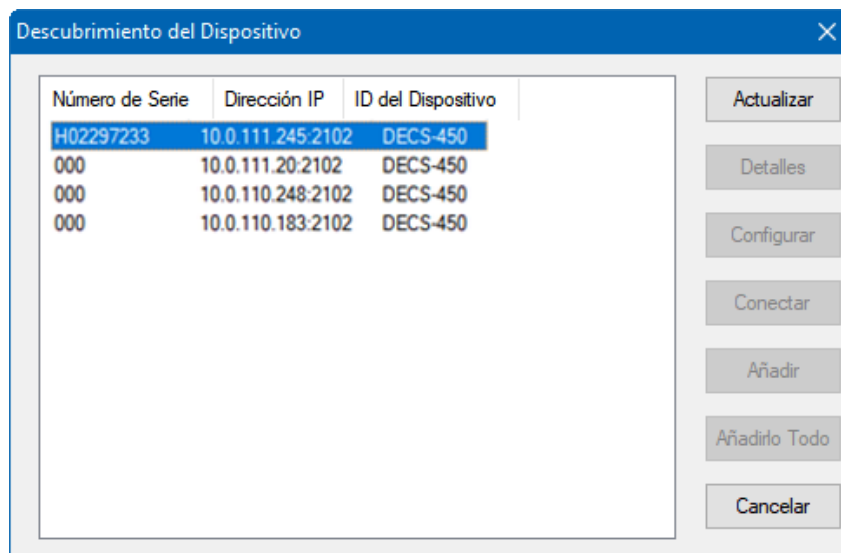

Figura 20-7. Ventana de identificación de dispositivos
4. Si no conoce la dirección IP, puede realizar un análisis para buscar todos los dispositivos conectados haciendo clic en el botón *Ethernet* del cuadro Detección de dispositivos. Una vez finalizada la búsqueda, se mostrará una ventana que contiene los dispositivos conectados. (Figura 20-7)